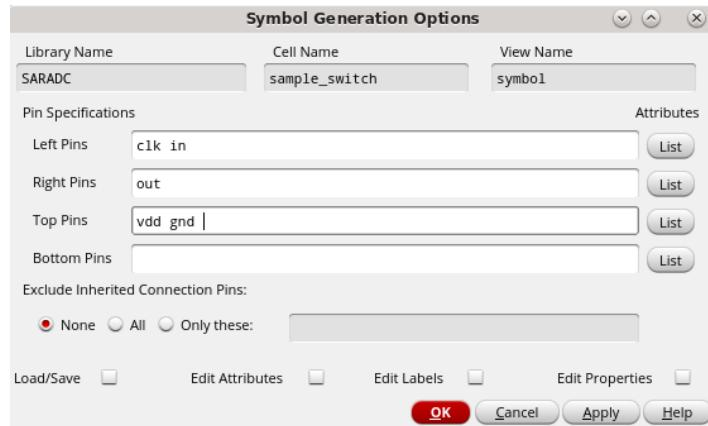

图 101 Symbol 生成设置
7. 在弹出的对话框中，修改 Pin Specifications 中的端口位置使之如图 101 所示(也可以保持默认，但下一步的外观会有所不同，功能上没有影响)。点击 OK 按钮。